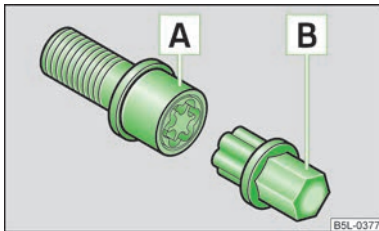

Abb. 115
- › Den Adapter **B** » **Abb. 115** mit seiner verzahnten Seite bis zum Anschlag so in die innere Verzahnung der Anti-Diebstahl-Radschraube **A** stecken, dass nur noch der äußere Sechskant herausragt.